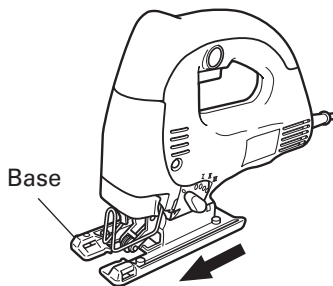

Fig. 12
- (2) Déplacer la base à fond vers l'avant (Fig. 12), puis resserrer le boulon de la base.